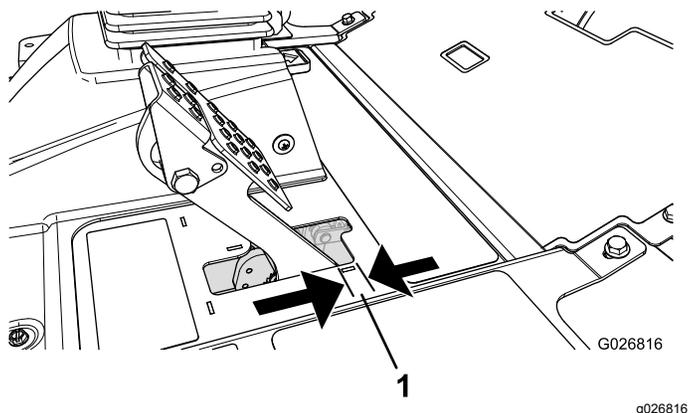

Рисунок 94
Отрегулируйте тормоза, если свободный ход педали тормоза превышает 2,5 см или требуется большее усилие нажатия для торможения (Рисунок 94). Свободный ход — ход педали тормоза до начала ощущения сопротивления.
2. Затяните заднюю гайку, чтобы переместить трос назад так, чтобы свободный ход педалей тормоза до момента фиксации колес составлял от 0,63 до 1,27 см (Рисунок 94).